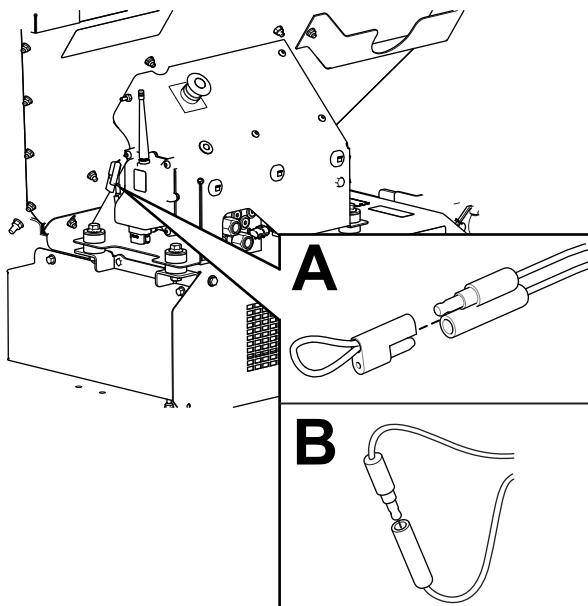

Figura 63
2. Retire a tampa dos dois conectores de diagnóstico do shunt (Figura 63, A).
3. Ligue os conectores de diagnóstico do shunt em conjunto (Figura 63, B).
2. Deslique os conectores de diagnóstico do shunt (Figura 63, B).
3. Empurre a tampa dentada para os 2 conectores de diagnóstico do shunt (Figura 63, A).